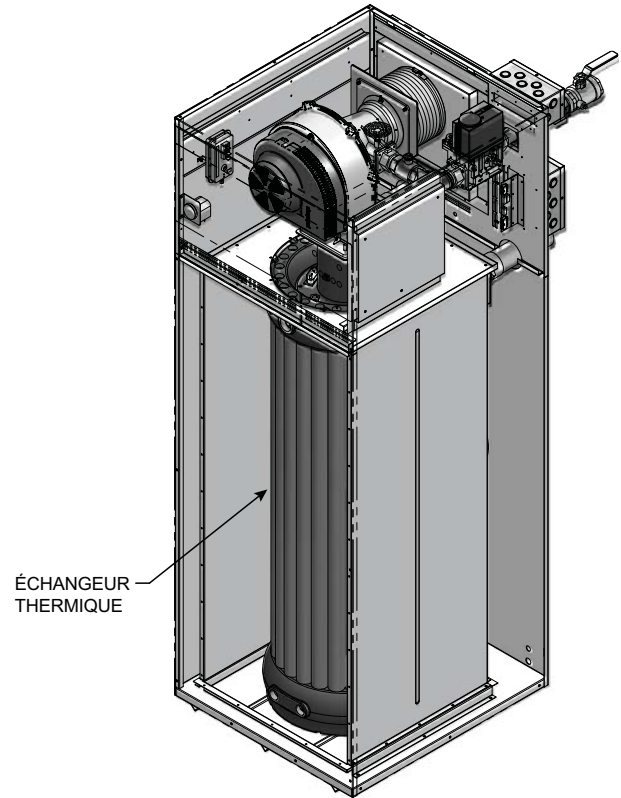

Figure 10-3 Emplacement de l'enveloppe intérieure de l'échangeur thermique
4. Retirez le panneau intérieur de l'enceinte (voir FIG. 10-3).